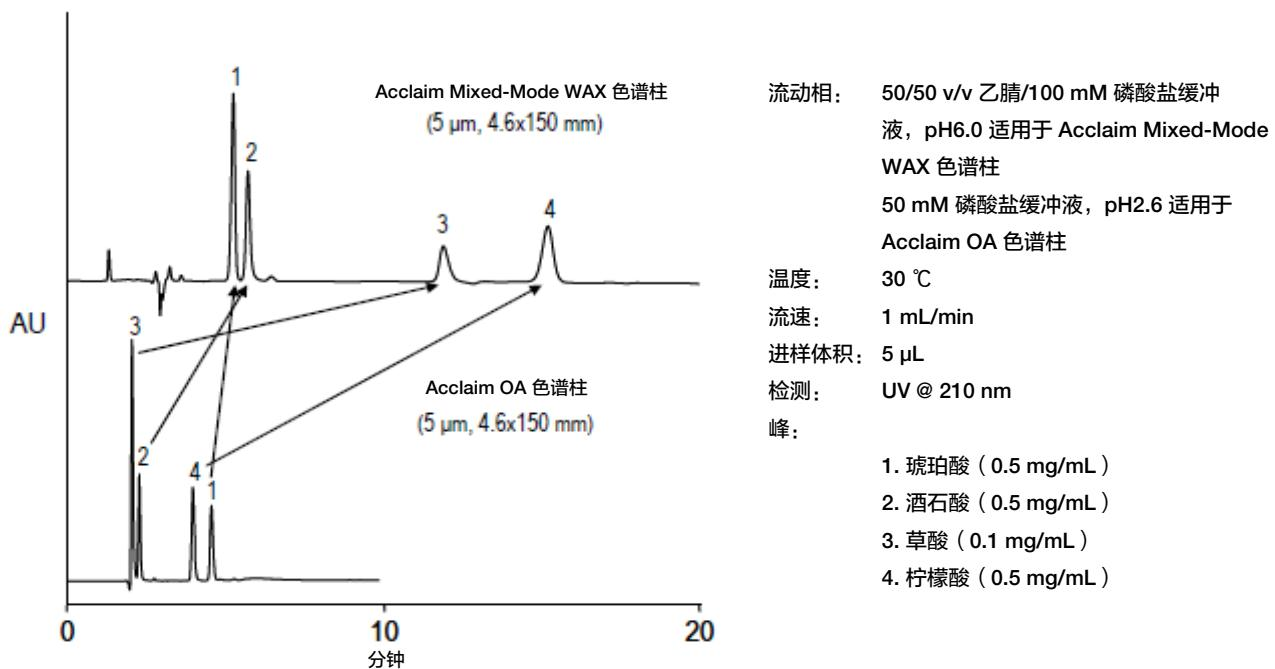

图12. 反相色谱柱的正交选择性 – II
- 4) 当您需要正交于反相色谱柱的选择性。（图 11 参见页面 2，图 12 参见页面 22）